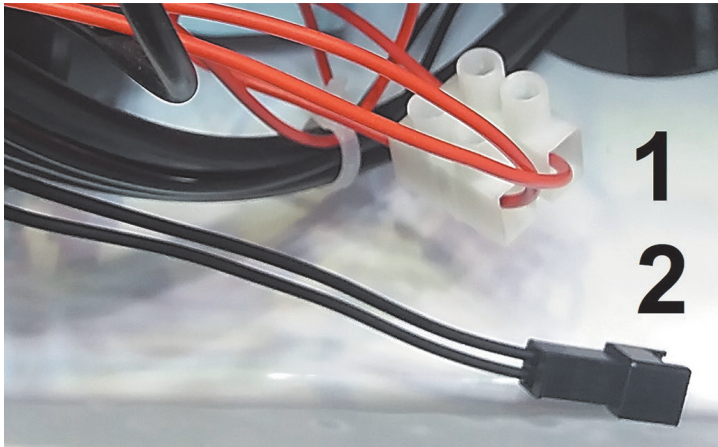

Рис. 7. Доступ к соединительным колодкам подключения комнатного термостата (1) и датчика температуры бойлера (2)
- Устройство ДУ будет поддерживать заданную температуру помещения путём изменения температуры воды в системе отопления. Оно подключается к клеммной колодке (рис. 7) вместо установленной на заводе перемычки.